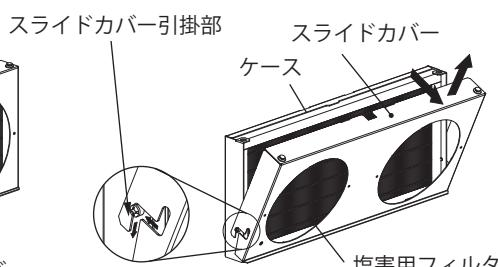

図4
2.スライドカバーをスライド経路に沿ってスライドさせ、ケースから取り外してください。(図4)